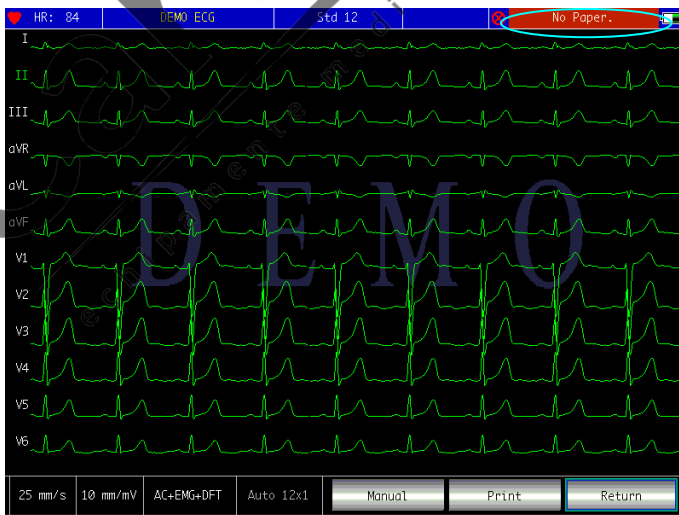

Figura 6-2 Mesaj lipsă hârtie
6.1.3 Dacă hârtia de înregistrare se termină în timpul înregistrării, dispozitivul va opri automat tipărirea, iar ecranul va afișa o solicitare de lipsă de hârtie, așa cum se arată în Figura 6-2.